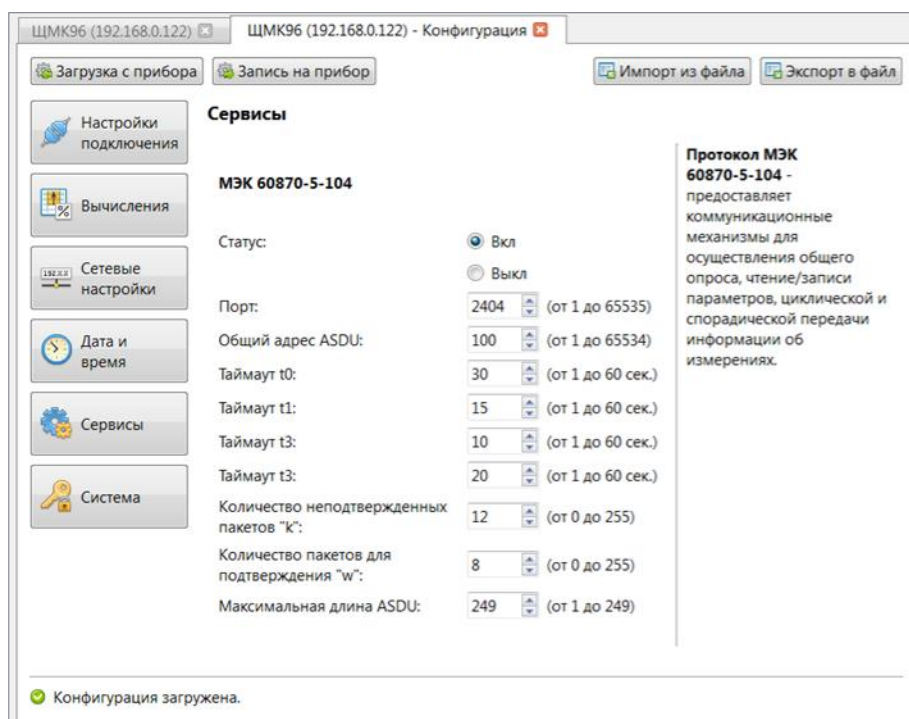

Рисунок 28 – Экранная форма «Сервисы» (настройка параметров информационного взаимодействия прибора по протоколу МЭК 60870-5-104)
6.7.3.1 Настройка параметров функционирования коммуникационного сервиса МЭК 60870-5-104 в приборе ЩМК96 осуществляется посредством экранной формы «Сервисы» (см. Рисунок 28) во вкладке «Конфигурация» соответствующего прибора. Для перехода к указанной экранной форме следует, находясь во вкладке «Конфигурация» соответствующего прибора, нажать кнопку «Сервисы» в столбце кнопок выбора группы настраиваемых параметров прибора (см. Рисунок 19) в левой части области отображения основной информации главного окна.